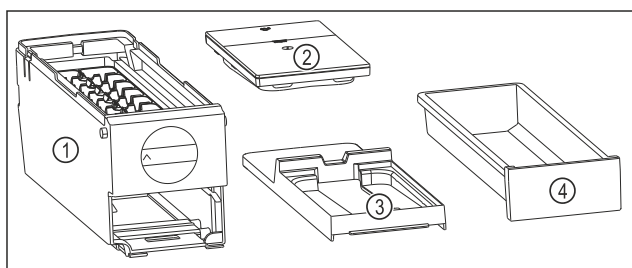

Fig. 78 Компоненти EasyTwist-Ice
- ▷ EasyTwist-Ice складається з чотирьох частин. (див. Fig. 78)
- ▶ Розбирайте EasyTwist-Ice тільки на зображені компоненти. (див. Fig. 78)
- ▶ Очистіть корпус EasyTwist-Ice Fig. 78 (1) без розбирання.